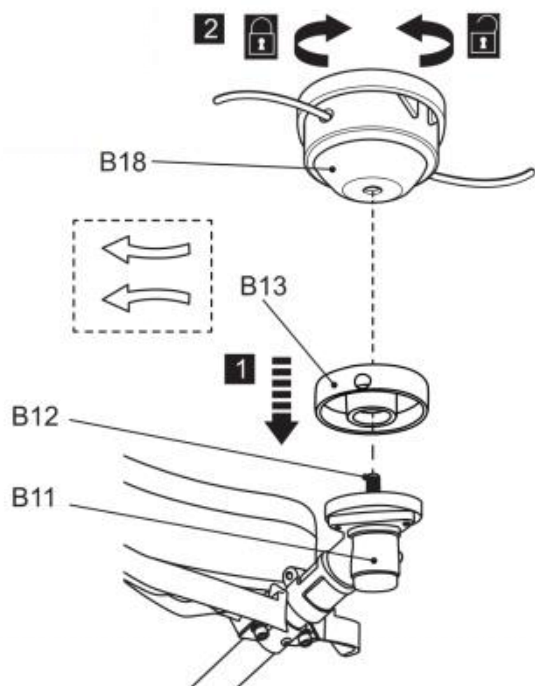

Fig. 6
- 4) Enrosque el cabecal de recorte (B18) en sentido contrario a las agujas del reloj sobre el eje (B12) y apriételo a mano mientras bloquea el eje (B12) con la llave hexagonal (E5). Retire la llave hexagonal a continuación (Fig. 6).